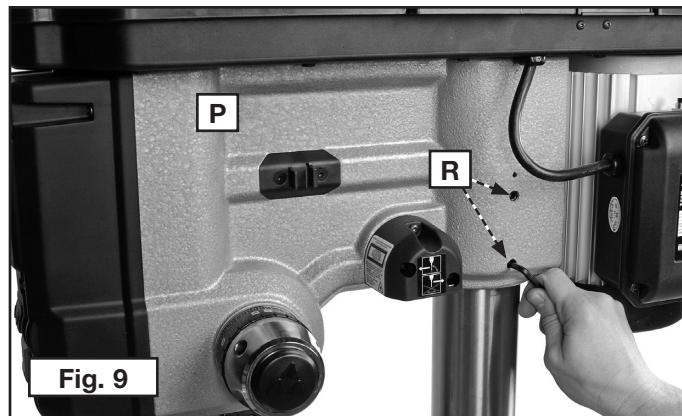

Fig. 9
1. Poussez à fond la tête (P) de la perceuse à colonne, fig. 9, sur la colonne.
3. Resserrez les deux vis de blocage de tête (R), fig. 9, avec la clé hexagonale de 5 mm fournie à cet effet.